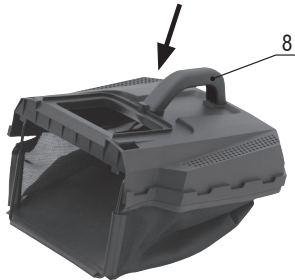

Figura 8 – Montaje del mango del recogedor
d) Inserte el mango (8) en los encajes del recogedor y en seguida apriete conforme indicado abajo para trabar (figura 8).